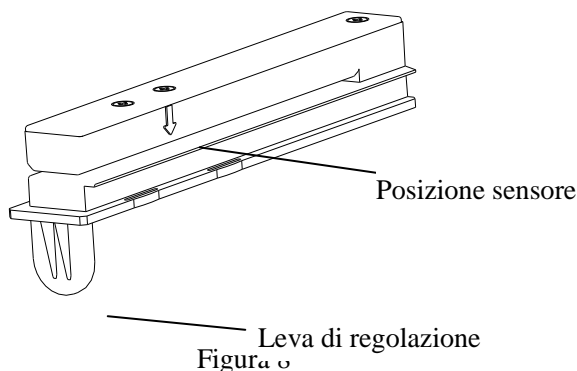

Figura 8
7. spostare il sensore carta nella posizione voluta (Figura 8) : regolare il sensore assicurandosi che la sua posizione sia allineata con l'elemento da verificare (spazio tra etichette, tacca nera, foro tra etichette)